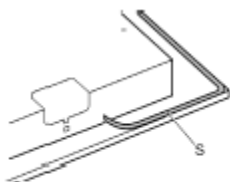

Fig.5
- virar o aparelho e aplicar a junta adesiva S ao longo do extremo (fig. 5).